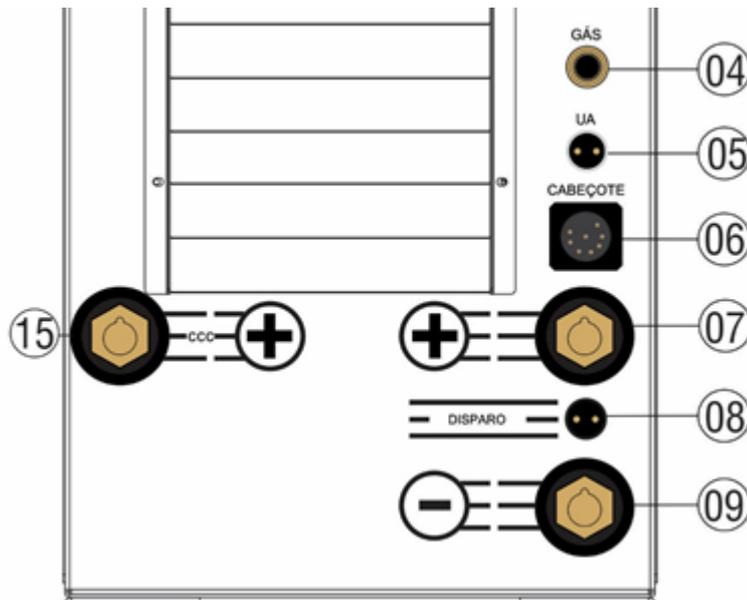

Figura 8.6 – Foto mostrando o novo borneo (15) para o processo CCC.
Para operação com o novo CCC, siga as instruções para o processo MIG/MAG apresentadas no tópico 5.2 da página 26, exceto a conexão do borne macho do mangote do do cabeçote STA deve ser conectado ao terminal fêmea no painel da fonte identificado como CCC (15). Deve ser ligado também o conector macho do sensor da tocha ao conector femea descrito UA(05) do painel da DIGIPLUS A7. Segue os detalhes na figura 8.6